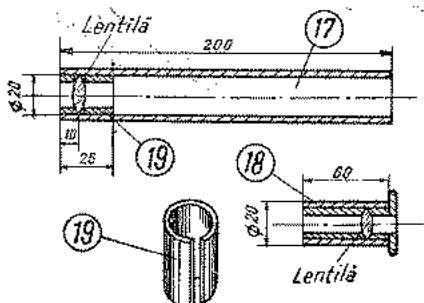

Fig. 55.
Să construim acum partea optică a microscopului (fig. 55). Așa cum observați, ea se compune din mai multe tuburi. Confectionați mai întâi tubul 17, care are interiorul egal cu diametrul lentilei obiec-
Fixarea tubului 17 de corpul microscopului se face cu un colier 1 (fig. 55). Acesta se execută din tablă. Colierul va fixa tubul 17 de suprafața curbată a piesei din lemn (4). Înainte de fixare se trece mai întîi capătul liber al axului 5 prin orificiul de 6 mm din piesele 6. Trebuie avut grijă că în timpul introducerii să așezăm o bucătică de furtun în crestătura piesei 4 prin care va trece axul 5. Crestătura va fi suficient de mare că să nu stinherească rotirea axului 5. La unul din capetele axului se montează un buton de radio. O deosebită atenție se cere la determinarea poziției găurilor de 6 mm diametru, date în capătul superior al pieselor (6). Ele trebuie astfel făcute, încît diametrul exterior al cauciucului de pe ax să prezese pe tubul 17 atunci cînd